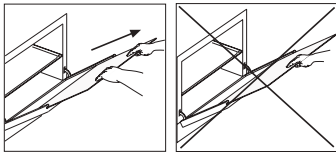
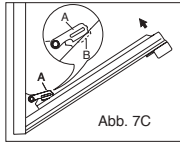

Abb. 7A
Abb. 7C
öffnen Sie die Tür zur Hälfte und entfernen Sie die Scheibe mit beiden Händen wie in Abbildung 7A gezeigt.
4) die Backofentür langsam schließen, bis sie die Haken „A“ erreicht. Dabei sicherstellen, dass die Haken in den Aussparungen „B“ der Backofentür wie abgebildet in Abb. 7C sicher eingerastet sind. (Nur wenn vorhanden die Innenscheibe des Backofens ausbauen, siehe Abb. 7A).